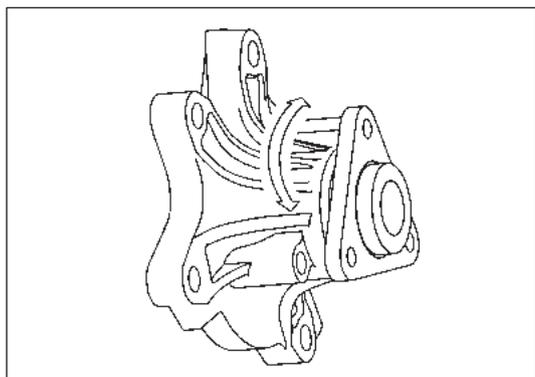

Рис. 10-4-6. Проверка подшипника насоса ОЖ
- (2) Повернуть фланец, как изображено на рис. 10-4-6, и проверить, свободно ли вращается подшипник насоса. При этом не должно быть необычных шумов, заеданий и видимых утечек смазки, в противном случае следует заменить насос ОЖ.
- (3) Проверить лопасти насоса и спиральную камеру насоса на наличие сильной коррозии; при наличии коррозии заменить охлаждающую жидкость. При наличии большого количества ржавчины на лопастях заменить насос ОЖ.